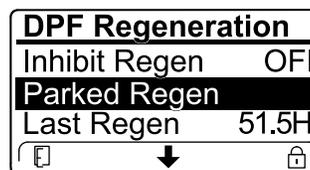

Рисунок 50
- Если компьютер двигателя запрашивает или выполняет восстановительную регенерацию, а вы перейдете вниз к опции PARKED REGEN (СТАЦИОНАРНАЯ РЕГЕНЕРАЦИЯ), стационарная регенерация будет заблокирована и в нижнем правом углу дисплея инфо-центра появится значок «Замок» (Рисунок 50).